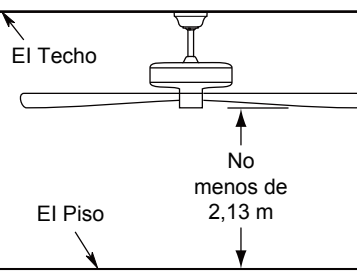

Figura 2
### Uso de perfil profundo (Figura 2)
2. Retire el clip de horquilla y pasador de horquilla de la parte inferior de la bola para colgar. Retener el pasador y clip para la reinstalación en el paso 4. (Figura 2)
Debe colgar el ventilador a una distancia mínima de 2,13 m desde las aspas hasta el piso. (Figura 2)
Para evitar una posible descarga eléctrica, asegúrese de cortar la alimentación eléctrica de la caja de fusibles principal antes de alambrado el ventilador. (Figura 2)
2. Coloque y ajuste firmemente la cubierta para el tornillo de la base sobre los tornillos de reborde de la abrazadera para colgar mediante el mecanismo de seguro por giro del chavetero. (Figura 2)
2. Extraiga uno de los tres tornillos del soporte ubicado en la parte interior de la unidad del motor. Guárdelo para después y afloje levemente los otros dos tornillos. (Figura 2)
2. Restablezca la fuente de alimentación de la toma de corriente encendiendo la electricidad del fusible principal. (Figura 2)